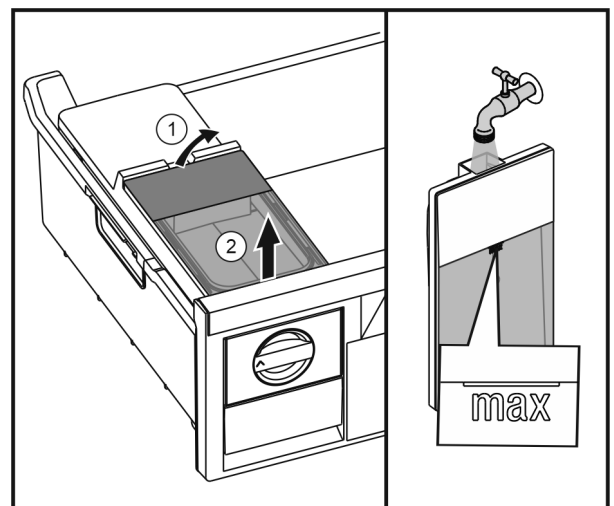

Fig. 55
- Levante el depósito de agua por detrás Fig. 55 (1) y retírelo desde arriba Fig. 55 (2).